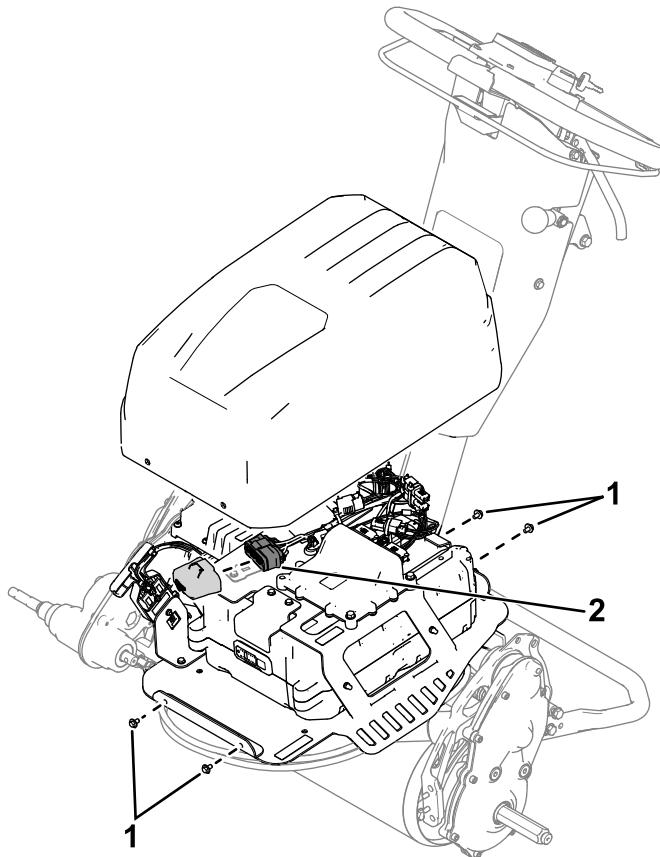

Figure 31
- Retirez les 4 vis (Figure 31) qui fixent le couvercle de la batterie et déposez le couvercle.